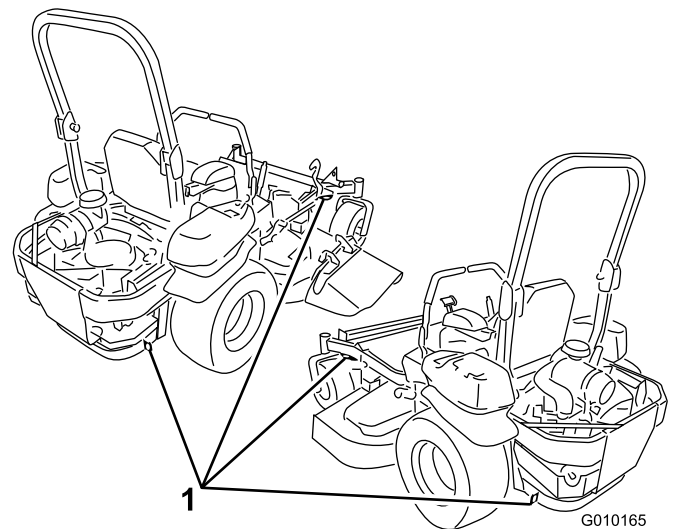

Figure 38
5. Servez-vous des points d'attache en métal de la machine pour arrimer solidement la machine sur la remorque ou le véhicule utilitaire avec des sangles, des chaînes, des câbles ou des cordes (Figure 38).